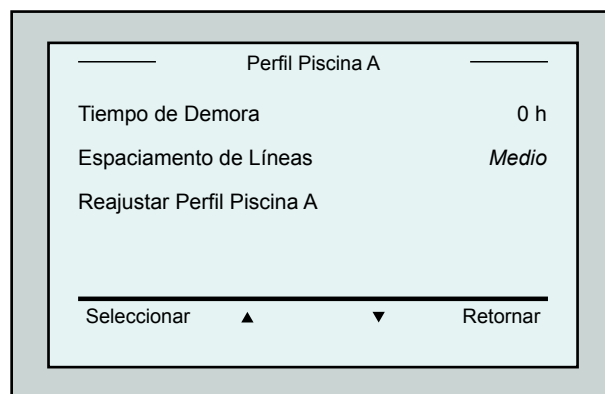

Figura 15: *Menú Piscina A: Segunda pantalla*
11. Luego de haber fijado el *Modo de Exploración*, en la pantalla *Perfil de la Piscina*, desplácese hacia abajo a la pantalla siguiente (Figura 15).